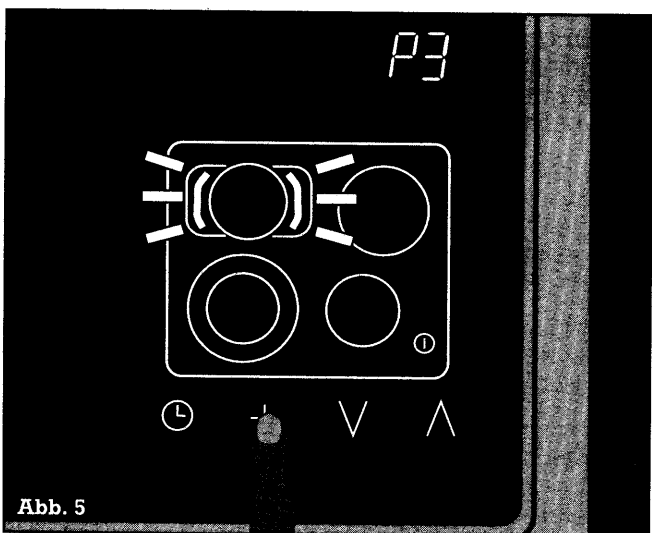

Abb. 5
- ... berühren Sie das Symbol +. Im Timer-Anzeigefeld leuchtet **P3**. Im Anzeigefeld der Kochzone 2 (hinten links) blinkt das Symbol für die Zuschaltung $\odot$ (Abb. 5).